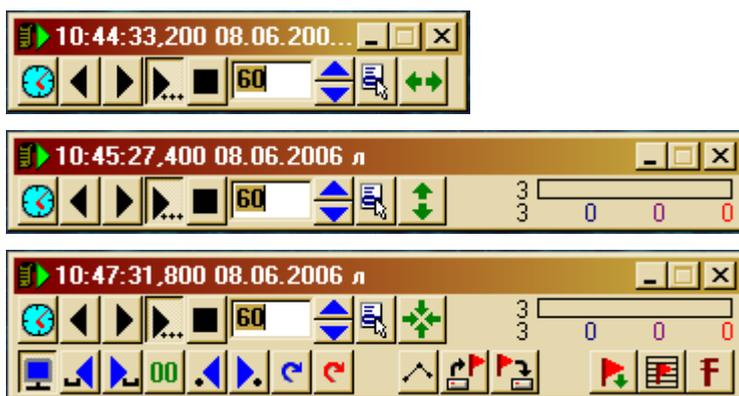

Рисунок 59 - Минимальный, средний и максимальный вид окна соответственно
**Вид окна** – каждое нажатие кнопки меняет вид окна Проигрывателя по циклу: минимальный, средний, максимальный (рисунок 59).